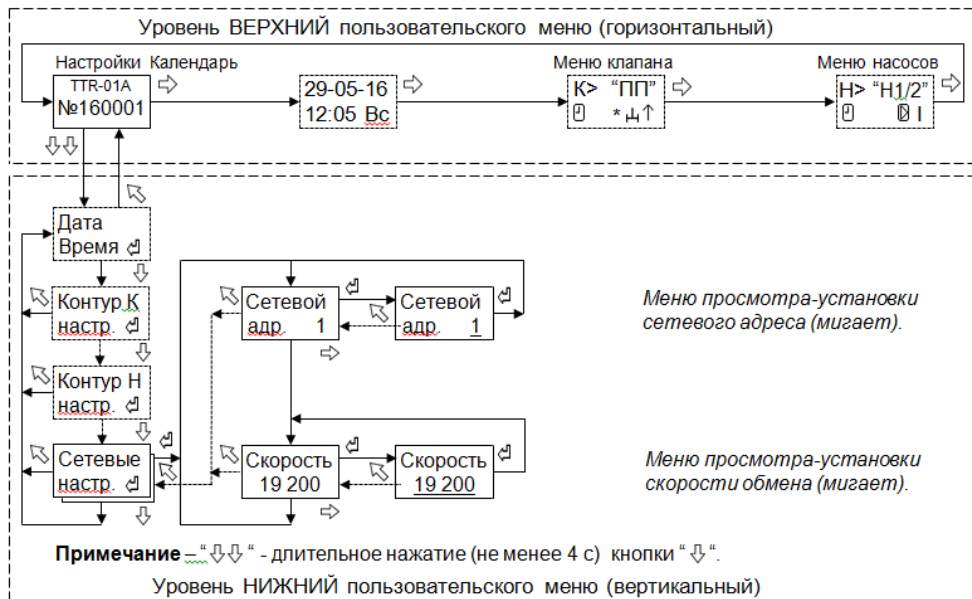

Рисунок 12 - Структура меню настройки сетевых параметров
7.8.1 При подготовке TTR к работе в сети интерфейса RS 485 следует проверить и при необходимости установить сетевые настройки – адрес в сети и скорость обмена. Для этого необходимо войти в меню «Сетевые настр.» (см. рисунок 12).